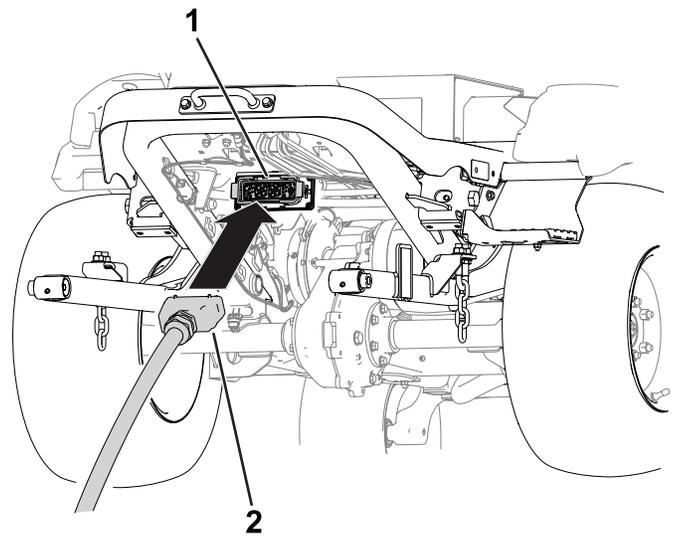

Bild 4
6. Stecken Sie den Anschluss des Mähwerks in den Anschluss der Maschine (Bild 4).